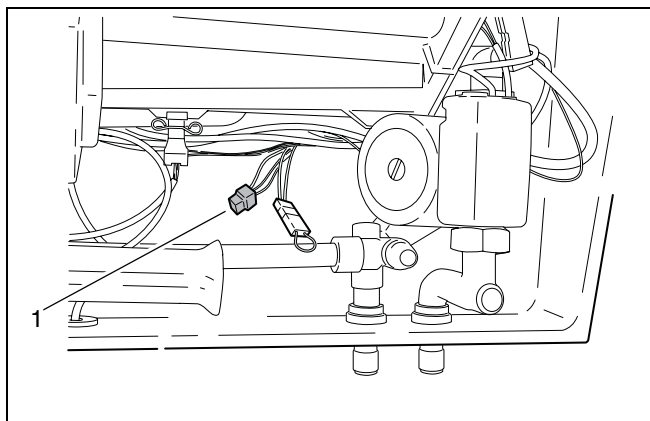

Fig. 12 Racordarea unui robinet cu 3 căi al unui boiler extern
- La robinetul cu 3 căi cu ștecher: Conectorul cu ștecher se conectează la ștecherul boilerului extern (fig. 12, poz. 1).